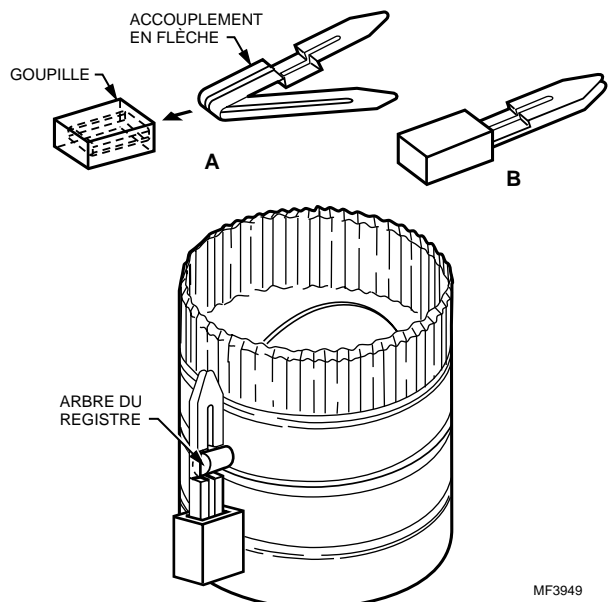

Fig. 1. Installation d'un accouplement en flèche sur un arbre de registre à l'aide d'une goupille.
3. Repérer l'accouplement en flèche et la goupille (voir Fig. 1).
4. Faire glisser la goupille par-dessus l'accouplement en flèche, comme l'illustre la Fig. 1. Cela a pour effet de comprimer l'accouplement en flèche.